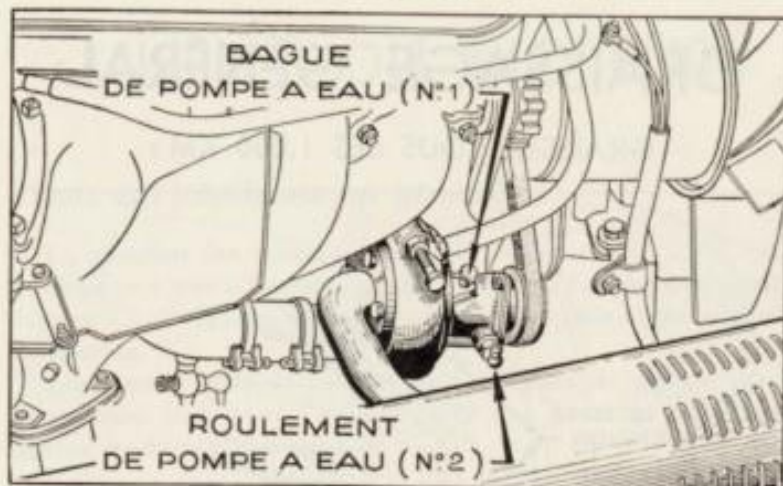

Fig. 14.
Le graisseur n° 2 de roulement de pompe à eau (fig. 14).
- 1° le graisseur n° 1 de la bague de pompe à eau (fig. 14) ;